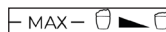

Рис. 4
- Установите ручку регулятора подачи молочной пены (10) в среднее положение (рис. 4).